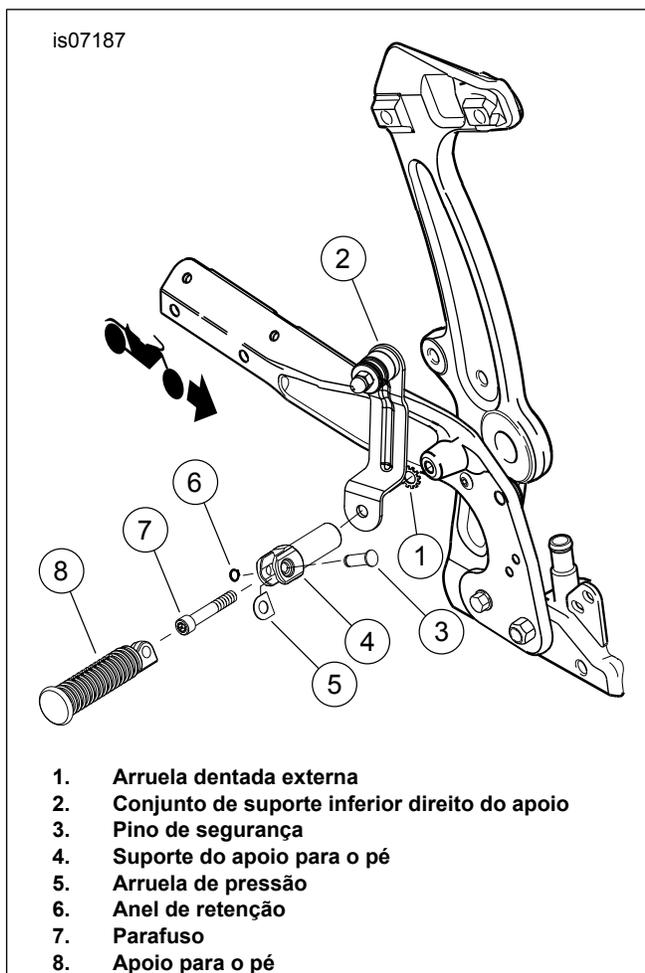
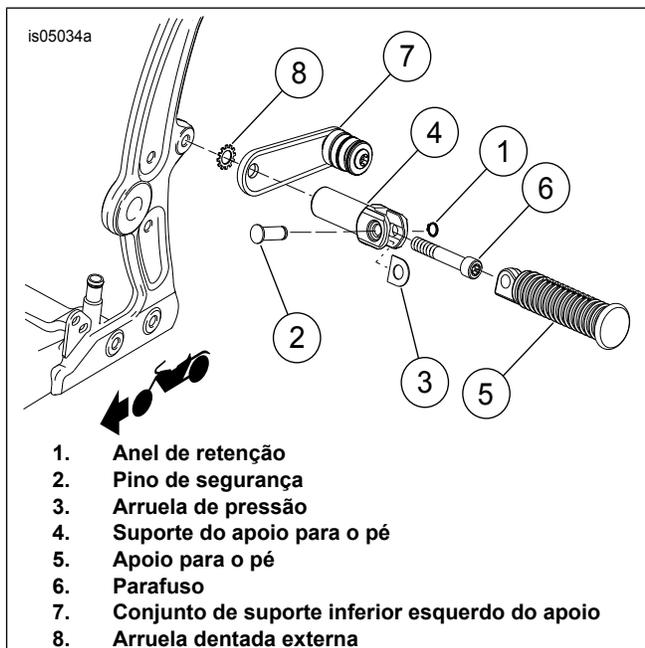

Figura 4. Conjunto de suporte inferior direito do apoio
Figura 5. Conjunto de suporte inferior esquerdo do apoio
1. Modelos FXS: Veja Figura 4 ou Figura 5. No lado direito da motocicleta, remova o apoio para o pé (8) do passageiro, o anel de retenção (6), o pino de segurança (3) e a arruela de pressão (5).